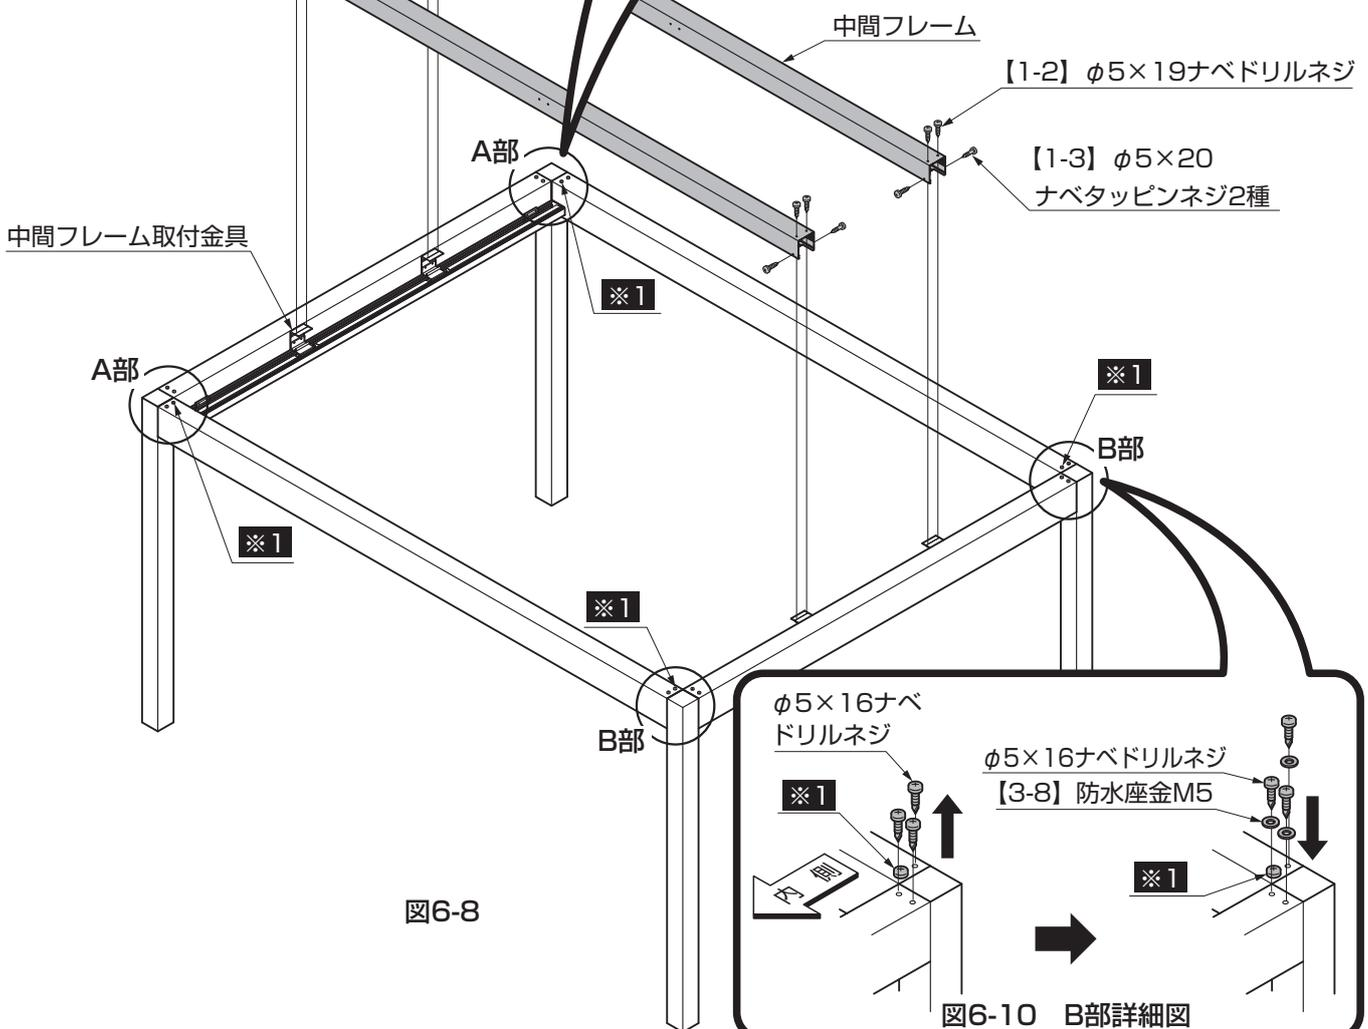

図6-8
①中間フレームを中間フレーム取付金具に【1-2】、【1-3】で取付けてください。(図6-8参照)